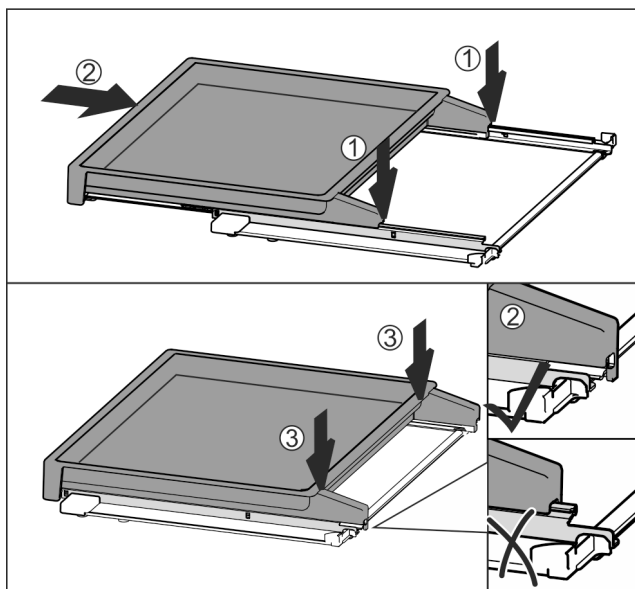

Fig. 155
- Vendoseni në mes mbi shina Fig. 155 (1).
- Shtyni plotësisht brenda raftin me tërheqje Fig. 155 (2).
- Shtyjeni në pjesën e pasme derisa të dëgjoni zhurmën e kapjes në vend Fig. 155 (3).